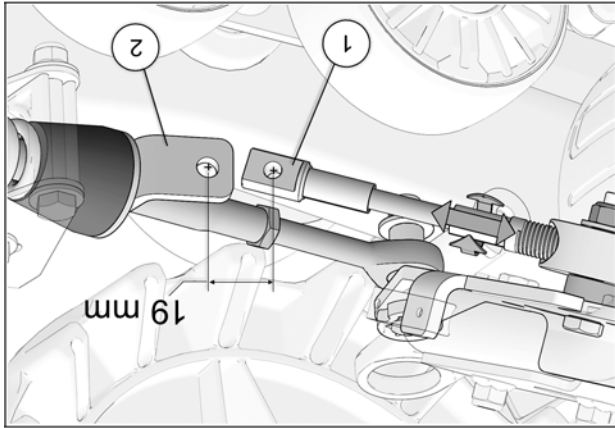

Fig. 23
14. Tourner le volant du véhicule au maximum de la course du côté gauche. En maintenant une pression au volant, ajuster le câble (en vissant ou dévissant pour ajuster la longueur). Voir la Fig. 23
15. Obtenir une distance de 19 mm [$\frac{3}{4}$ po.] du centre de l'extrémité du câble (1) au centre de l'extrémité du support de fixation (2). Voir la Fig. 23